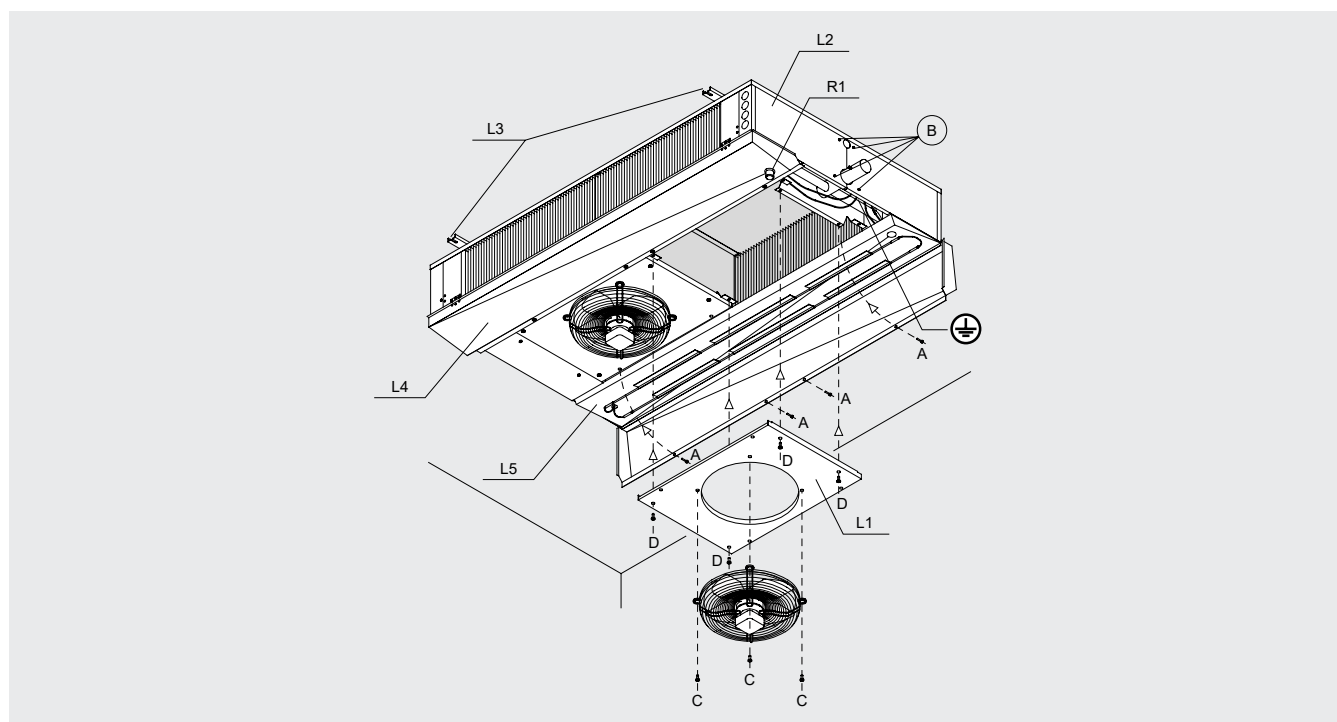

Abbildung 5
- 8.2 Um die Tropfwannen L4 zu öffnen, die Befestigungsdrehschrauben A losschrauben und positionieren Sie sie langsam wie in "Abbildung 5" gezeigt.